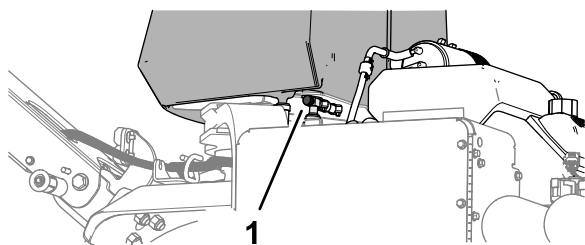

Bild 79
5. Wenn Sie die Maschine transportieren oder aufbewahren, schließen Sie den Kraftstoffhahn (Bild 79).